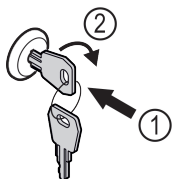

Fig. 128 Példaként szolgáló ábrázolás
- ▶ Dugja be a kulcsot Fig. 128 (1).
- ▶ Forgassa el a kulcsot 90°-kal az óramutató járásával megegyező irányba Fig. 128 (2).